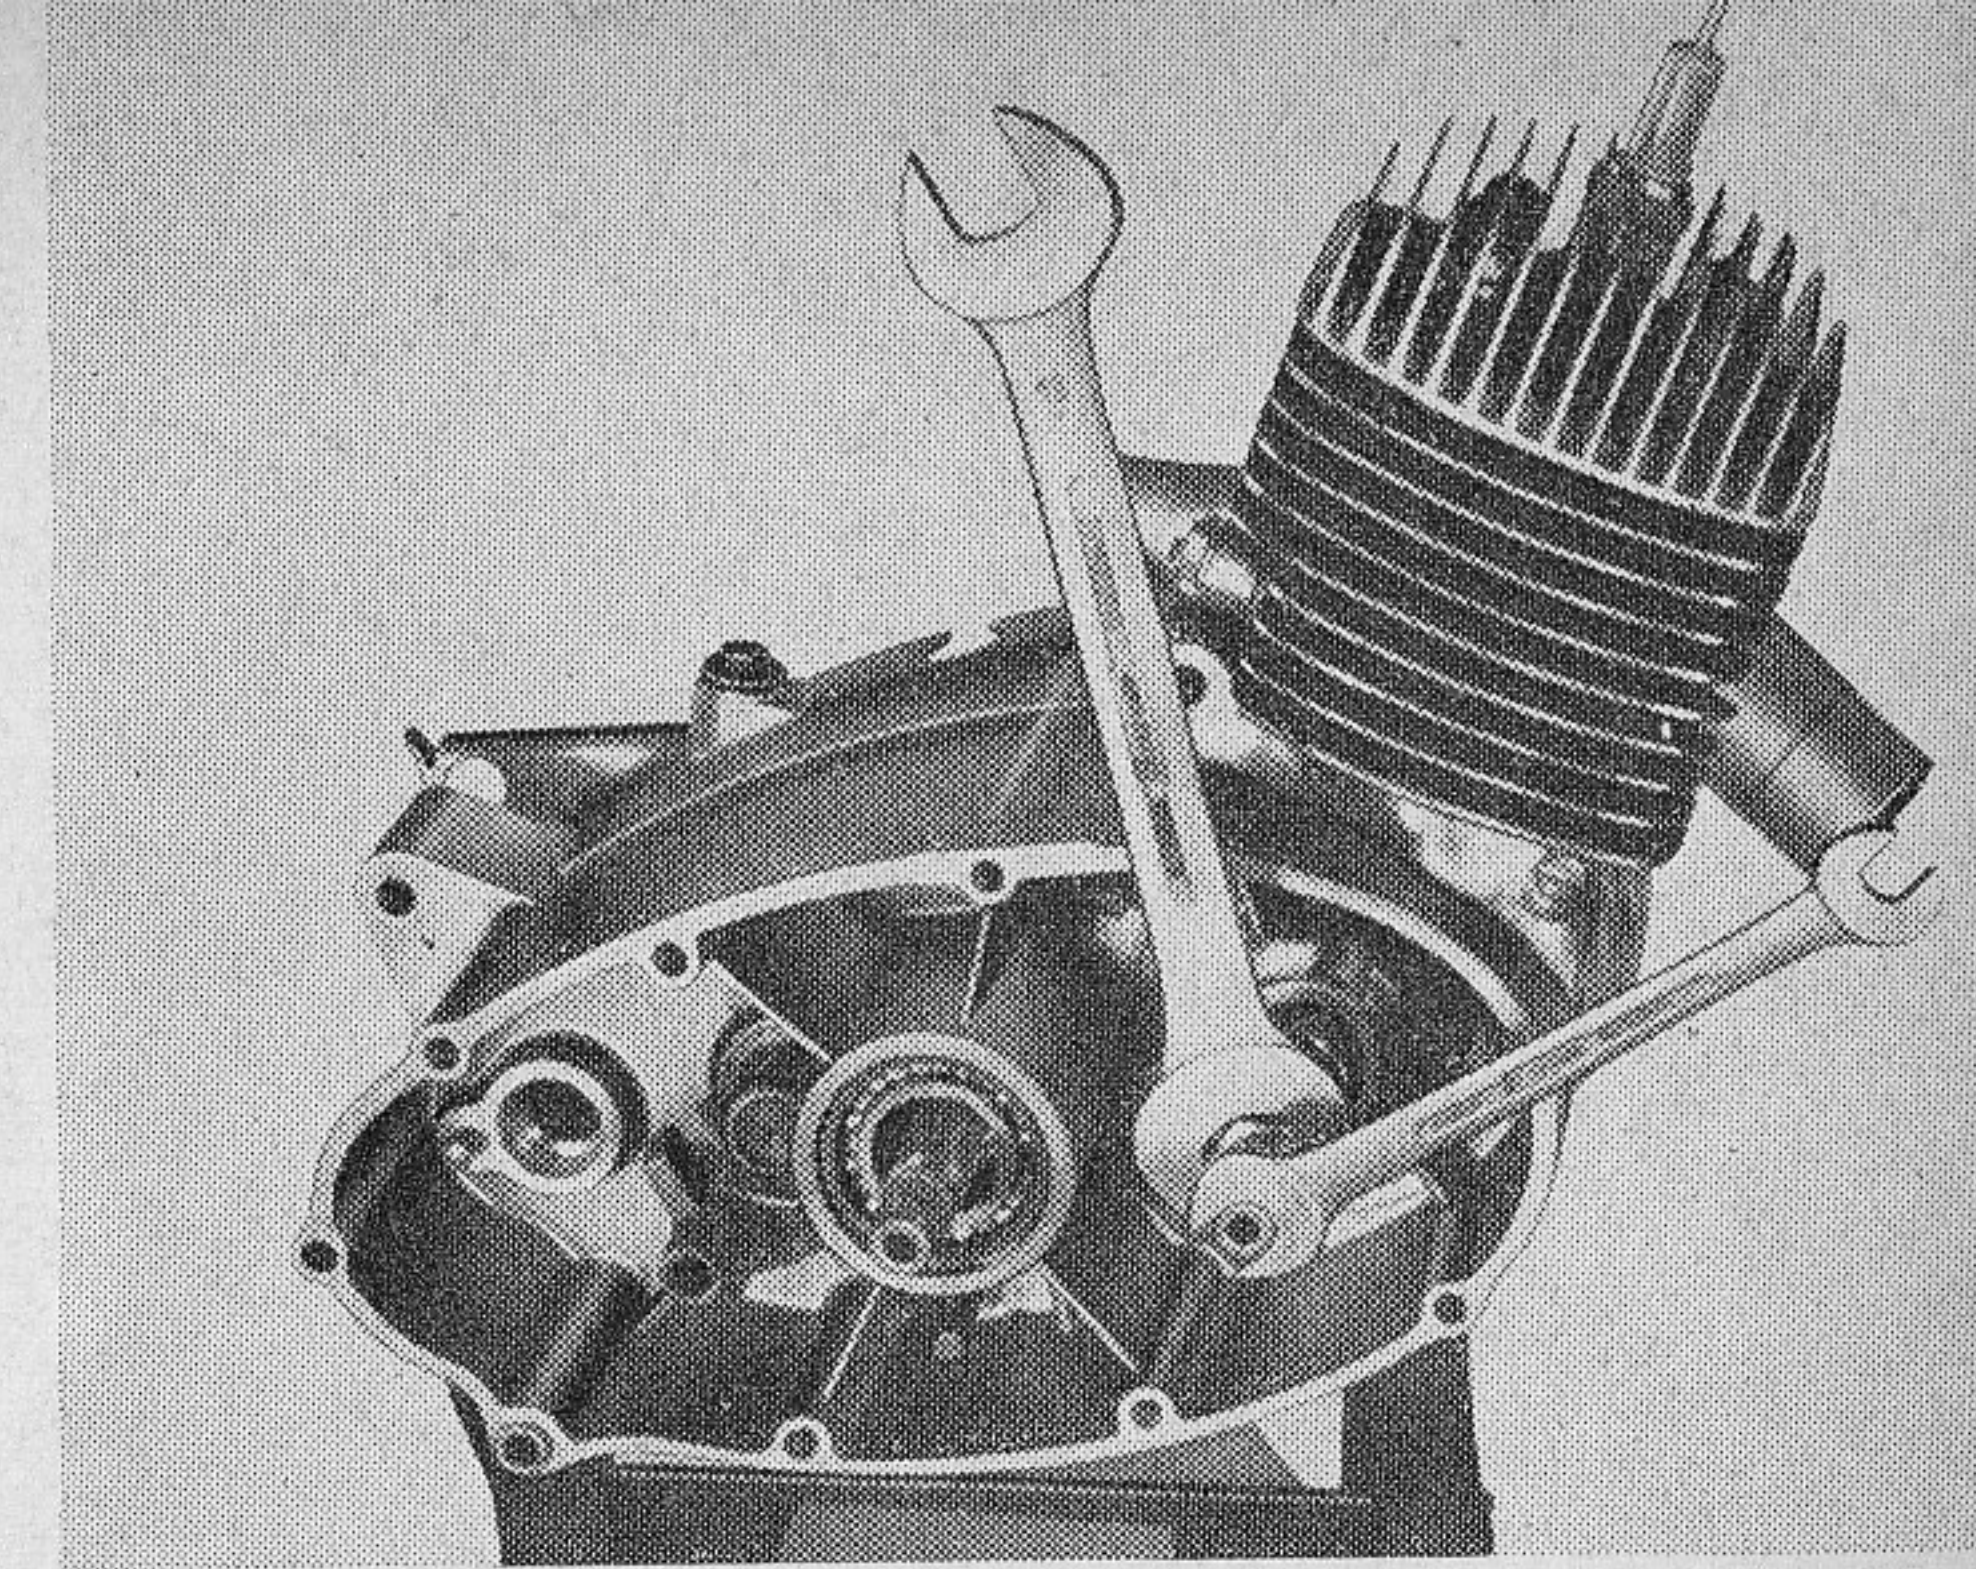

Bild 21
**Achtung!** Unter dem Zahnrad befinden sich zwei 5 mm-Kugeln (Bild 21).